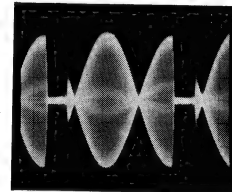

Abb. 69
- ⑩ Mit L 254 Doppelkonturen zur Deckung bringen (Abb. 69 und 70).
Oszillograf an Mp. ③ (G—Y). Mit Sättigungsregler 100 V_{ss} (5 Skalenteile) einstellen (Abb. 69).